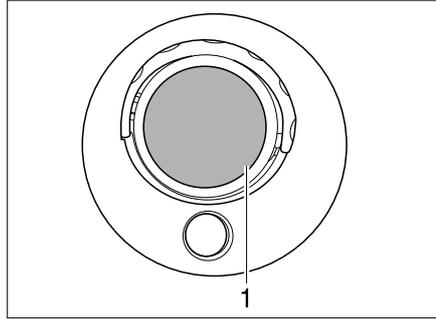

Bild 263 Halogenaufbauleuchte Fahrerhaus (I-Modell)
- Glasabdeckung (Bild 263,1) vorsichtig mit einem geeigneten Werkzeug (z. B. Schraubendreher) aushebeln und abnehmen.